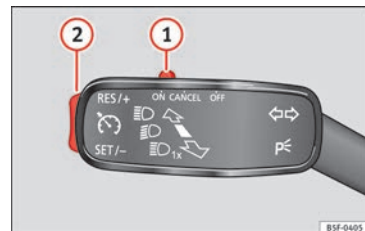

Fig. 40 À esquerda da coluna de direção: interruptor e comandos de utilização do GRA.
- Ligar o GRA: desloque o interruptor ➡ **Fig. 40 ①** até **ON**. O sistema está ligado. O sistema não regula por não ter qualquer velocidade programada.
- Ativar o GRA: pressione o botão ➡ **Fig. 40 ②** na zona **SET/-**. A velocidade atual é memorizada e regulada.
- Desligar o GRA temporariamente: desloque o interruptor ➡ **Fig. 40 ①** até **CANCEL** ou pise o travão. A regulação é desativada temporariamente.
- Ligar novamente o GRA: pressione o botão ➡ **Fig. 40 ②** em **RES/+**. A velocidade memorizada é guardada e regulada novamente. ➡
- Desligar o GRA: desloque o interruptor » **Fig. 40 ①** para **OFF**. Desliga-se o sistema e a velocidade memorizada apaga-se.